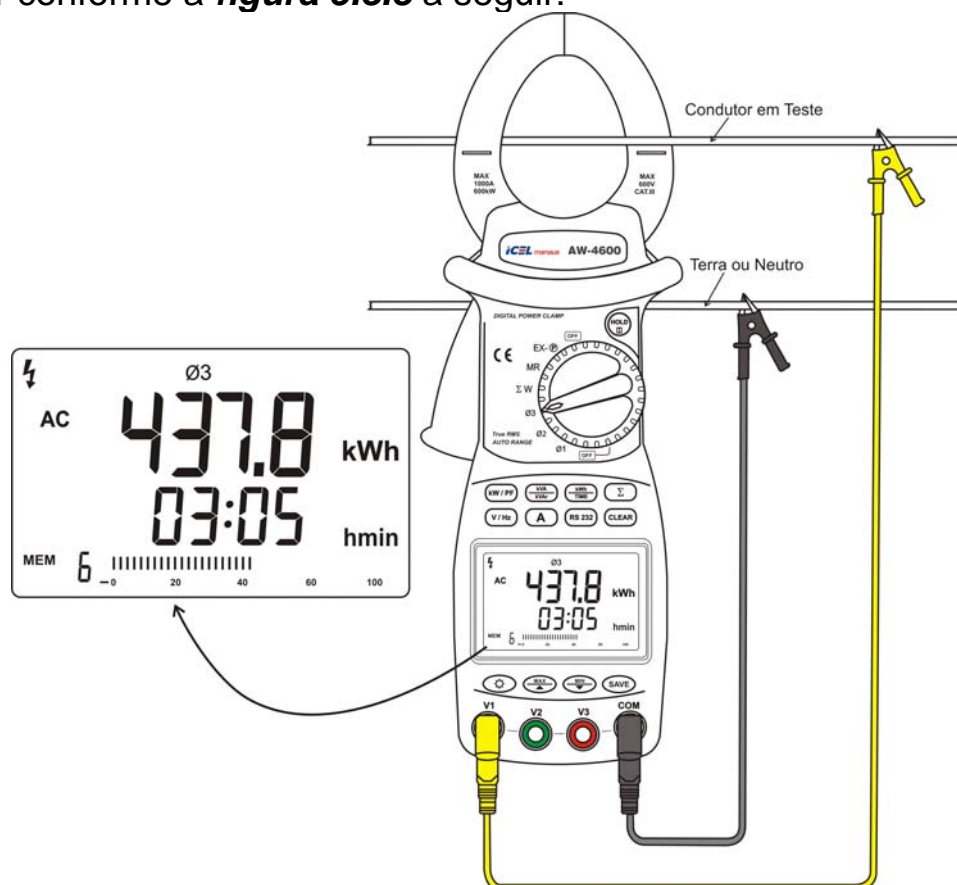

Figura 5.3.3
**Energia Ativa (Watt Hora) / Tempo:** Para estes parâmetros devem ser usados os bornes 'V1' com a ponta de prova amarela e o borne 'COM' com a ponta de prova preta e a chave seletora deve estar na posição 'Ø3' caso contrário a medição não será válida. Pressione o botão  e a Energia Ativa será exibida no display principal e o Tempo no display auxiliar conforme a **figura 5.3.3** a seguir: